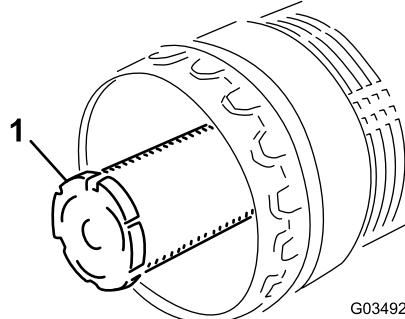

Figura 60
**Nota:** Cambie el filtro secundario cada tres revisiones del filtro primario (Figura 60).